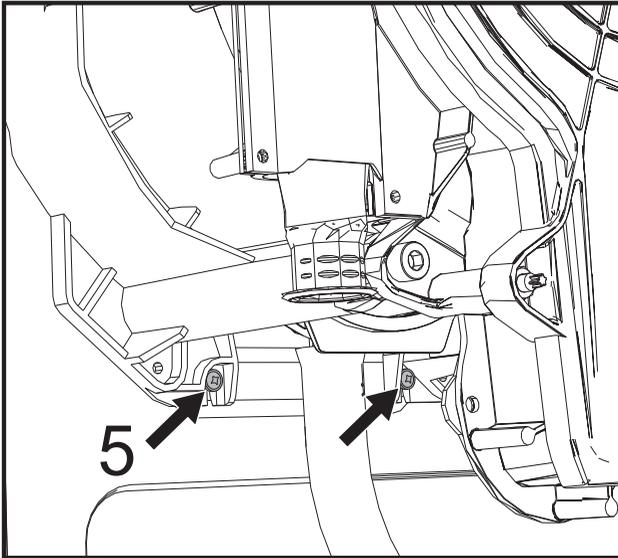

fig. 64
- Slăbiți cele 2 șuruburi **inferioare „5”** care fixează schimbătorul de cadru (fig. 64).